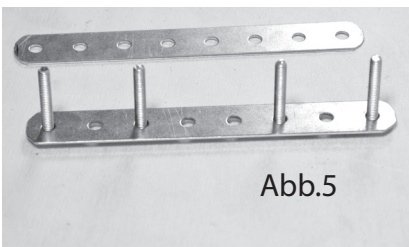

Abb.5
5. Zylinderkopfschrauben nach Abb. 5 von unten durch die Löcher der Lochbleche stecken.